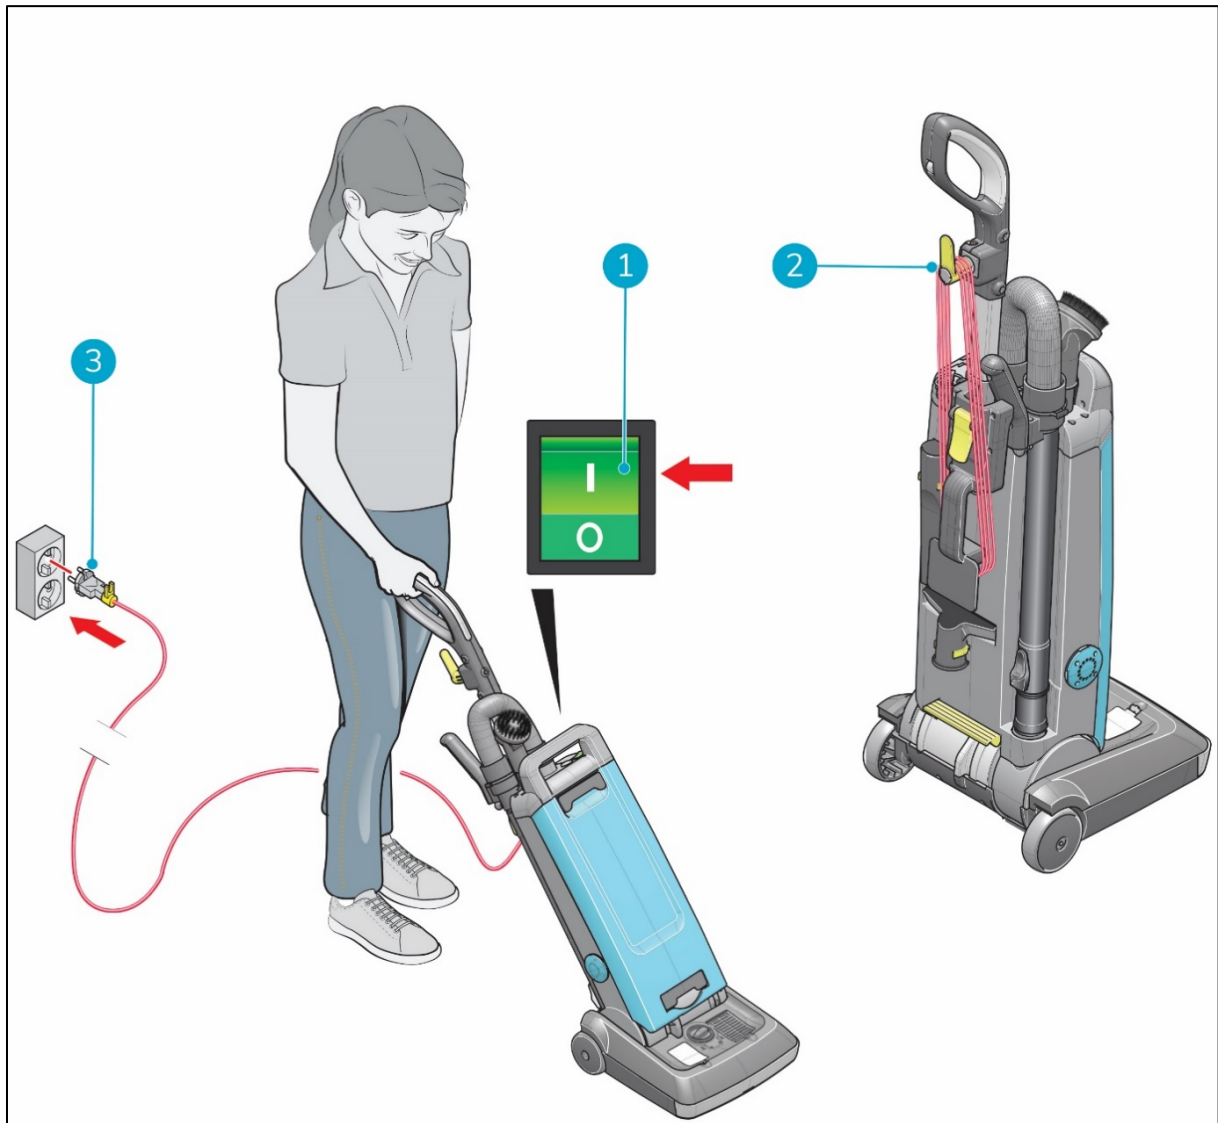

Abbildung 20
1. Drücken Sie den ON/OFF-Schalter (Abbildung 20, Pos. 1) oben auf der Haupteinheit, um den i-vac 30UR® auszuschalten.
2. Ziehen Sie das Netzkabel aus der Steckdose (Abbildung 20, Pos. 3).
3. Wickeln Sie das Netzkabel über den Haken und den hinteren Griff auf (Abbildung 20, Pos. 2).